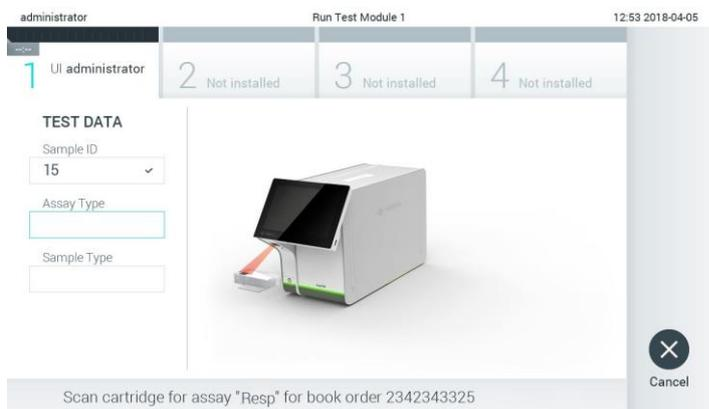

Figura 71. Escaneo del código de barras del cartucho de ensayo QIAstat-Dx.
4. Cuando la solicitud de prueba se ha recibido correctamente del host, se mostrará “Scan cartridge for assay <assay_name> and book order <order_number>” (Escanear cartucho para el ensayo <nombre_de_ensayo> y solicitud de reserva <número_de_solicitud>). Escanee el código de barras del cartucho de ensayo QIAstat-Dx específico (figura 71).